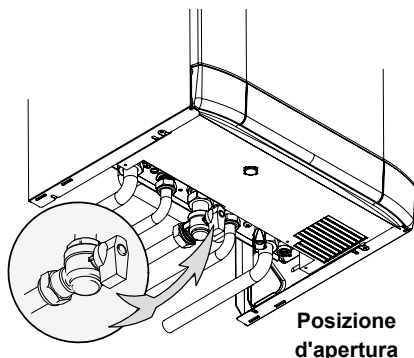

Figura 2.1
- Aprire il rubinetto gas della caldaia (Figura 2.1), ed eventuali rubinetti di intercettazione presenti nell'impianto.
- Chiudere il rubinetto gas della caldaia (Figura 2.1), ed eventuali rubinetti di intercettazione presenti nell'impianto.